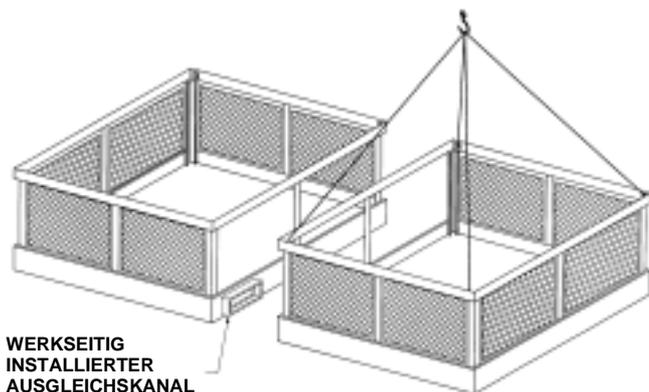

Abb. 4 – Zusammenbau Ausgleichskanal
4. Fügen Sie nun das zu installierende Unterteil an den Ausgleichskanal an (Abb. 4).